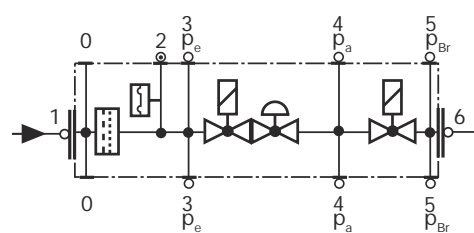

Fig. 39
- Cambiar el filtro cuando  $\Delta p$  entre las tomas de presión 1 y 3 sea  $> 10$  mbar (Fig. 39).
- Cambiar el filtro cuando  $\Delta p$  entre las tomas de presión 1 y 3 (Fig. 39) sea dos veces mayor que el valor registrado durante el último control.